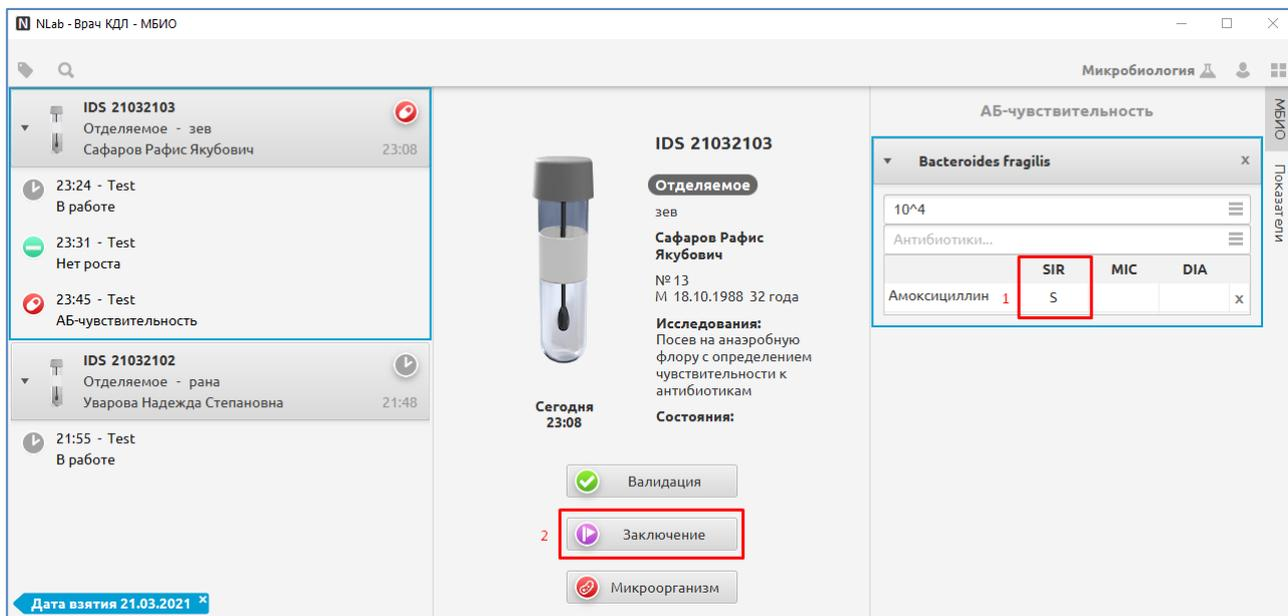

Рис. 108
6. В поле таблицы чувствительности к антибиотик укажите значение поля SIR (№1 на Рис. 108).
Затем нажмите кнопку «Заключение» (№2 на Рис. 108).